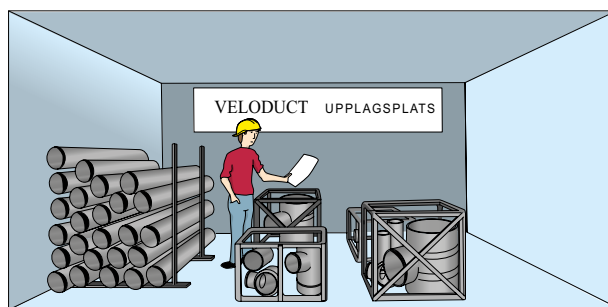

Fig. 3
2. Hämta erforderliga detaljer och rör. Se till att dessa är fria från sådana skador som kan påverka kanalsystemets täthet, till exempel hål efter borttagna nitlar/skruvar i återanvända detaljer. En välordnad väderskyddad upplagsplats underlättar sökandet, minskar risken för skador och nedbringat spillet. En skylt enligt fig. 3 underlättar leverans av materiel.